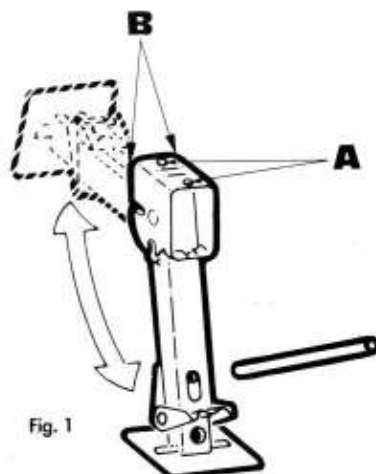

Fig. 1
DENSO (Fig.1). NON USARE OLIO O
- montez le vérin sur le châssis en vous assurant que les vis sont parfaitement fixées (point A, figure 1) ou que la soudure est parfaite (point B figure 1).